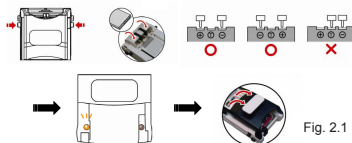

Fig. 2.1
- 2.2 Verifique la polaridad ajustando los contactos con resorte en los conectores de carga de la batería hasta que el indicador de LED amarillo (5) se encienda.
Ajuste los contactos con resorte de manera que se dirijan horizontalmente presionando ambos lados del "botón de liberación del tope angular" (4). Haga contacto con los conectores de carga de la batería hasta que el indicador LED amarillo (5) se encienda; a continuación fije la batería con la tapa (8) (consulte la fig. 2.1).